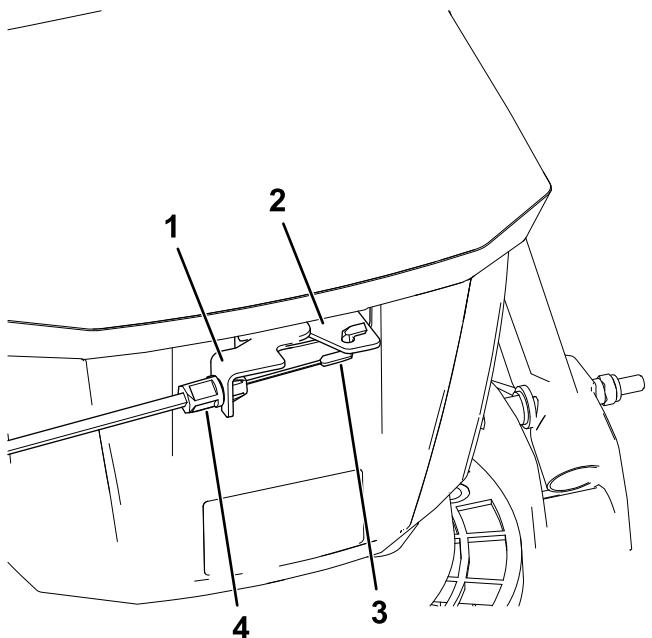

**Figura 4**
6. Sujete la extensión de manillar al manillar inferior usando los 2 pomos en estrella y los 2 pernos en U suministrados (**Figura 4**).